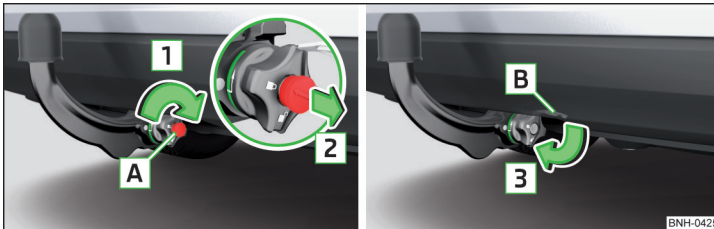

Abb. 116 Schloss verriegeln und Schlüssel abziehen / Kappe auf das Schloss stecken
- Den Schlüssel **A** in Pfeilrichtung **1** drehen, sodass der Pfeil am Schlüssel zum Symbol **B** » Abb. 116 zeigt.